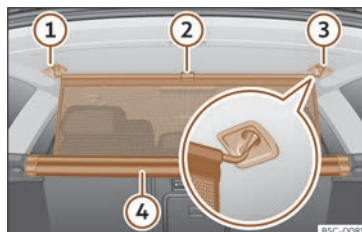

Fig. 191 En el maletero: enganchar la red de separación.
- Tire hacia arriba de la lengüeta >>> fig. 191 ② para sacar la red de la carcasa ④.
- Enganche la red de separación en el lado derecho o izquierdo ③ (imagen ampliada).
- Enganche la red de separación en el alojamiento del otro lado ① estirando la barra.